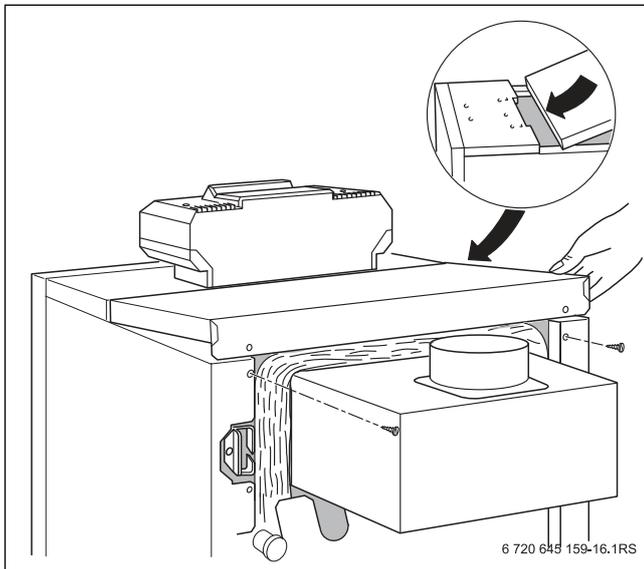

Рис. 25 Установка задней крышки котла
- ▶ Задвиньте заднюю крышку котла с язычками под переднюю крышку и нажмите на неё сзади вниз (→ рис. 25).